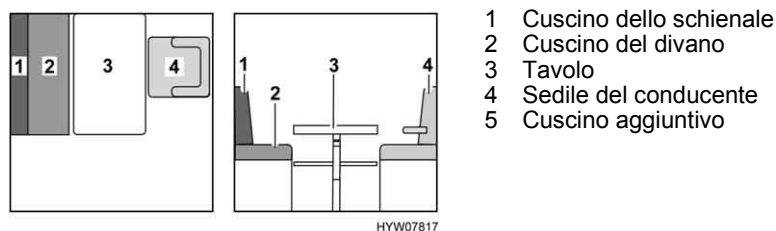

Fig. 100 Prima della trasformazione
- Ruotare il sedile del conducente (Fig. 100,4) e spostarlo completamente in avanti.
- Trasformare il tavolo (Fig. 100,3) in struttura di supporto letto (vedi paragrafo 6.8).